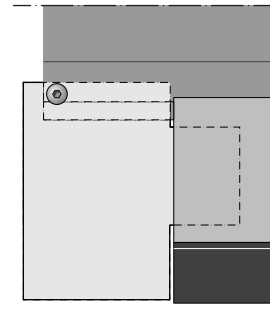

Abb. 2.3.3
- bei Speedroller Economic bzw. Speedroller Polara mit M6-Flanschkopfschrauben (siehe Abb. 2.3.3)